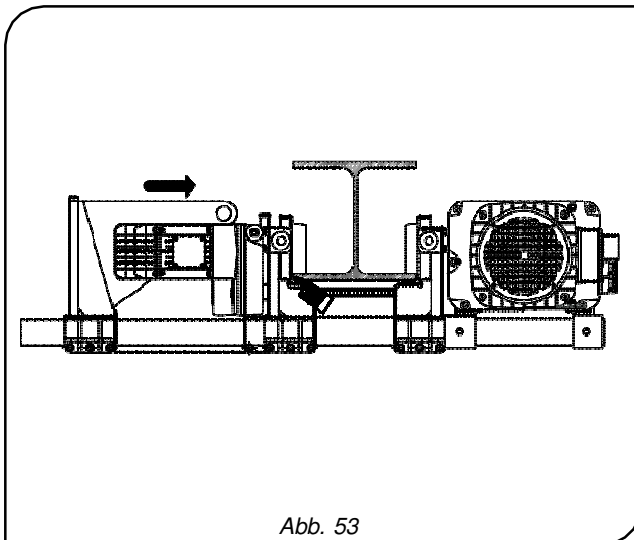

Abb. 53
11. Der in der Höhe befindliche Monteur muss die **Platten auf gegengewichtiger Seite** nun über die Stangen schieben, bis die Ränder der Laufräder am Rand des Trägers anliegen (Abb. 53).